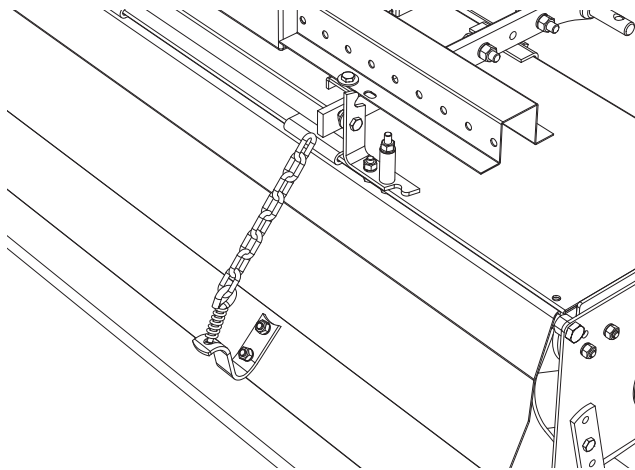

FIG. 8
- Montar la regulación del capó (Fig. 8)